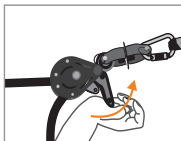

Fig. 5
Montera ned livlinan genom att dra i kamspaken (4) (Bild 5). Lossa hela anordningen och packa ned den i dess ursprungliga väska. Låt inte livlinan sitta kvar efter en arbetsinsats. Den får monteras för högst en dags arbete.